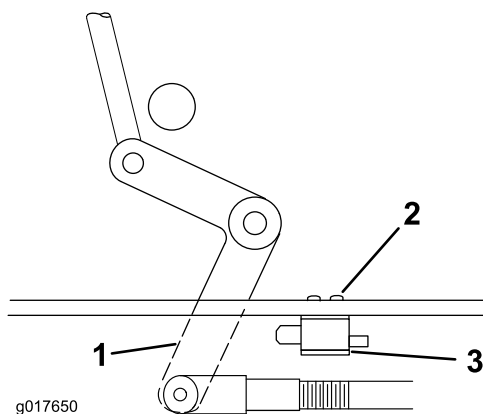

Figure 52
4. Au besoin, réglez le contacteur de sécurité des lames en desserrant les boulons de fixation du support du contacteur (Figure 52).
5. Déplacez le support de fixation jusqu'à ce que le levier coudé enfonce le plongeur de 6 mm (1/4 po); voir (Figure 52).